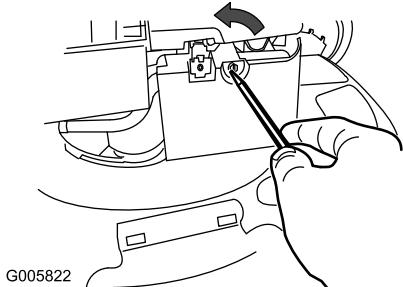

Рисунок 22
- Используя отвертку, откройте крышку воздушного фильтра (Рисунок 22).